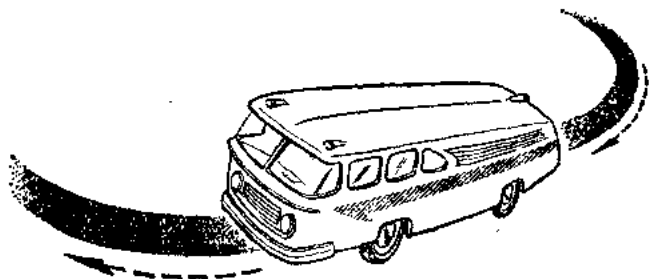
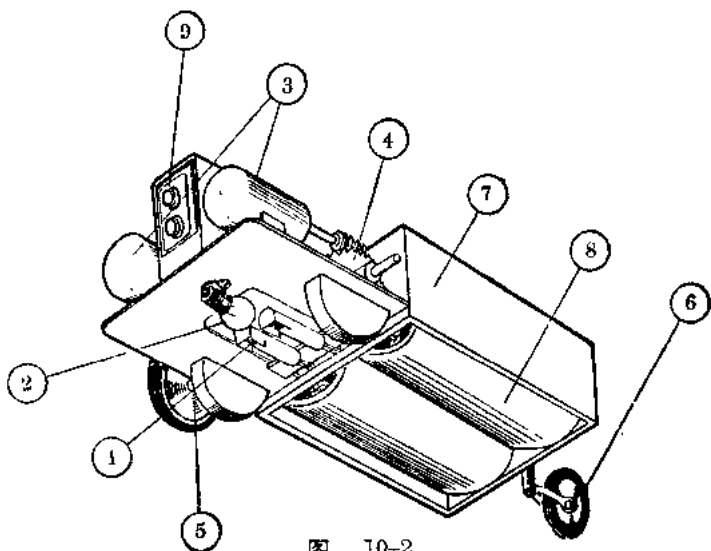
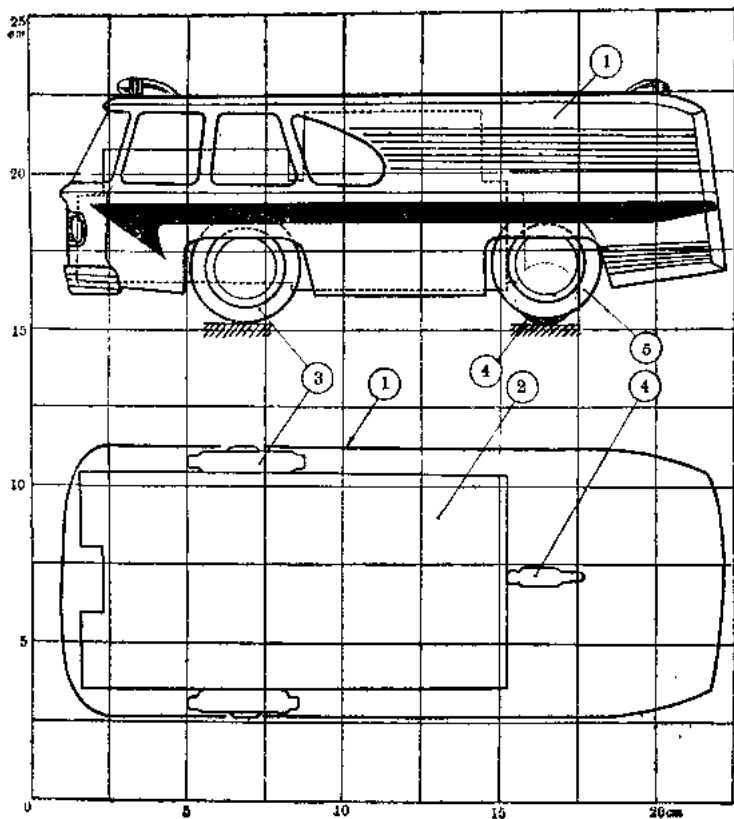
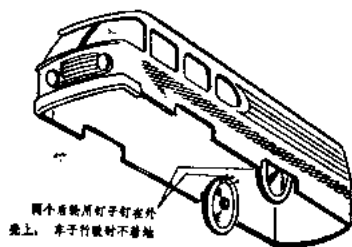

图 10-1
图 10-2
图 10-3
图 10-8
一大张白纸上画着一条曲曲弯弯的黑色线条，一辆小客车模型自动地沿着这条曲线行驶着，好象里面真有个司机在驾驶它一样。遇到转弯的地方，它能沿着这条线灵巧地转过去，在遇到交叉线的地方，它也不会走错岔路而笔直地穿过去，这就是我们要制作的自动跟踪图形光电车(图 10-1)。
让我们取下小客车模型的外壳，看看它里面的结构吧。在图 10-2 中，①是用来跟踪曲线的光电头。②是用来反射光线的小灯泡(照路灯泡)。③是两台电动机，分别通过两套齿轮-螺杆传动机构④带动两个车轮⑤。尾轮⑥装在车子后面，它能自由地旋转和摆动。⑦是装 3 伏电池的电池盒。⑧是两节 1.5 伏的 1 号电池。⑨是供光电控制器用的 9 伏电池的电池盒。从图 10-2 可以看出，这台模型的车体和前面介绍
的自动追光“甲壳虫”的车体结构是一样的。只是光电头和光电控制的方法和前面不相同。模型外壳和里面主要零件的尺寸可按图 10-3 来决定。其中①是外壳。②是光电车体。③是前轮。④是后尾轮。⑤是两个假后轮。
玻璃外壳的三极管塞入其中。用薄铁皮卷好的小圆筒头部要开一个窗口，让光线能照射到光导管的受光面上。这个小窗口的尺寸长 6 毫米、宽 5.5 毫米，剪开处的铁皮不要剪断，把它们向两边弯开些，成为遮光外罩的左右两个遮光板，用它们来挡住从光导管侧面来的光线。再剪一块长 7 毫米、宽 6 毫米的薄铁皮，焊在遮光罩的端部，以避免照路用小灯泡的光线直接照到光导管上。这块端板不能太长，太长了会把照路灯泡照到地面后反射到光导管上的光线挡住。但是太短了，就挡不住照路灯泡直接照射过来的灯光，那也不行。把两个做好的遮光罩平行地按图 10-5 的尺寸焊到一条横着的薄铁皮上，再把两个光导管塞入遮光罩中，光电头就做好了。这里要注意的是，一定要先把遮光罩焊到横铁皮上，再把横铁皮按图 10-2 和图 10-3 的样子焊到车体底下，然后才能把作为光导管用的锗三极管塞入遮光罩中，因为锗半导体三极管特别怕高温，如果先把锗三极管塞入遮光罩，然后进行焊接，锗三极管就会受到高温的影响，它的光电性能就要变坏，甚至使锗三极管报废。另外还有一点要注意的是，一定要把锗三极管的受光面朝下塞入遮光罩中，不然就不能接受到从地面反射过来的光线。
光电车的外壳形状见图 10-1 和图 10-8,它的具体尺寸可以从图 10-3 中量得。车壳可以用薄铁皮焊成,或用泥模外糊纸的方法做成,还可以用厚 1 毫米左右的薄桐木粘成。用薄铁皮焊接的车壳,外形平整美观,而且也比较牢固。制作时按图 10-3 的尺寸剪成两块车壳的侧板、一块前板、一块后板
和一块顶板。先把两块侧板垂直焊在顶板上，然后再焊上前板和后板。用透明塑料片或较薄的有机玻璃片剪成车窗玻璃的形状，四周包上薄铁皮，然后焊到车体两块侧板和一块前板的里面，作为车窗玻璃。这里不能采用透明赛璐珞片，因为它受到铬铁的高热会燃烧起来。车体焊完后，要把焊缝锉平滑，涂上底漆后，再把整个车体涂上银灰色、天蓝色或其他鲜艳的油漆，车体两侧的线条涂上鲜红色或紫红色的油漆。用桐木片做的车体，可以按照图 10-3 的尺寸用桐木刻出两块侧板、前板、后板和顶板，按光电船外壳的做法，把这五块板用快干胶水粘成一个完整的车壳，再在车窗的部分用快干胶贴上透明的赛璐珞片，作为车窗玻璃。用细砂纸把桐木做的车身打磨光滑，经涂上填料后，再用砂纸打磨光滑，涂上油漆就行了。如果用泥模外糊纸的方法做车身，那就可参照“甲壳虫”外壳的做法。